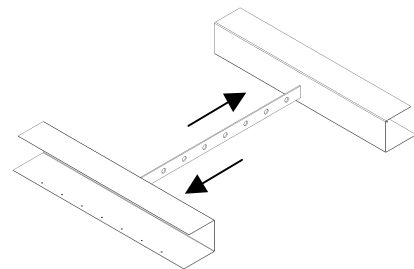

Bild 3
3. Die Querstrebe(n) wird/werden in die 2 übrig gebliebenen Zargen (kürzere Zargen mit Ausklinkung – Bild 3) geschoben.